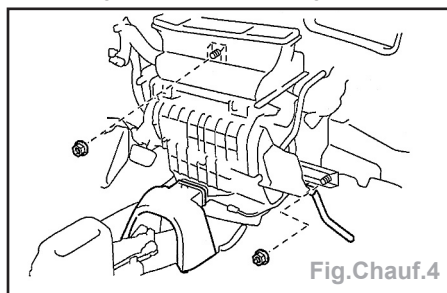

Fig.Chauf.4
- Déposer les vis de fixation du bloc de chauffage et le déposer (Fig.Chauf.4).